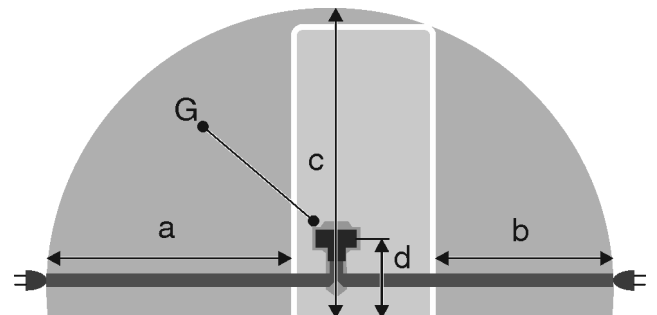

Fig. 48
- La caja de enchufe se encuentra fuera del área de la parte trasera del aparato en la zona indicada Fig. 48 (a, b, c).
- ▶ Inserte el conector Fig. 48 (G) del aparato en la parte trasera del mismo. Preste atención a que encaje correctamente.